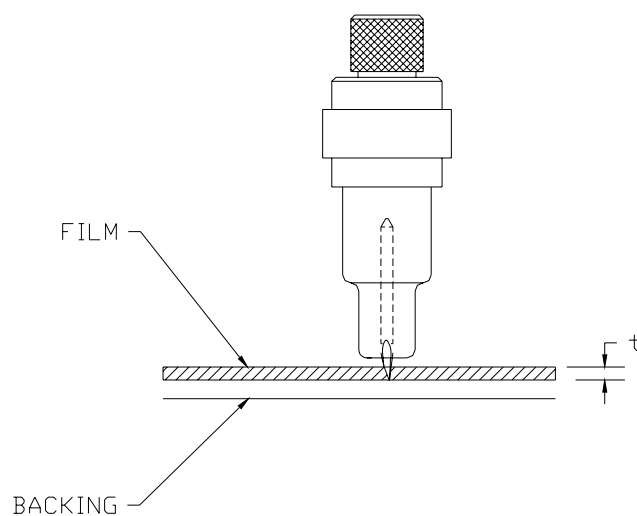

FIGURE 1-10
3. Prolongez la pointe de la lame avec la longueur requise pour compenser l'épaisseur du matériel utilisé, comme la montre figure 1-10. En tout cas il faut éviter d'endommager la bande d'élastomère à cause d'une force de lame trop élevée.